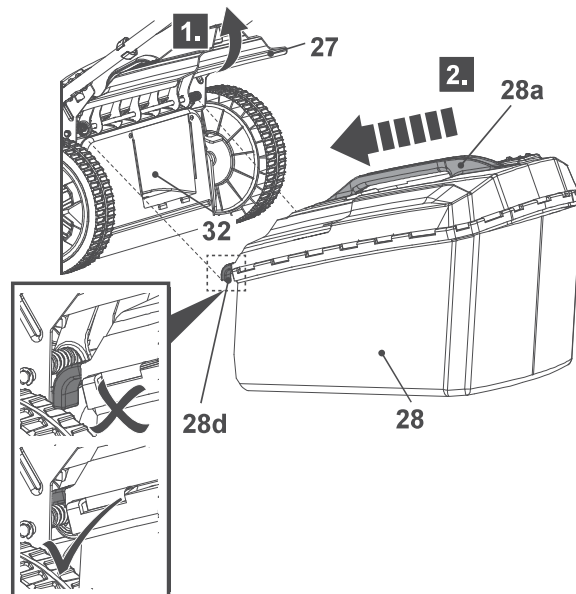

Fig. 5
4. Abra el protector de deflector trasero (27) y manténgalo en posición (Fig. 5, paso 1).
6. Alinee los ganchos (28d) con el muelle del vástago y cuelgue el recogedor de césped en él (Fig. 5, paso 2).
7. A continuación, suelte con cuidado el protector de deflector trasero (27).